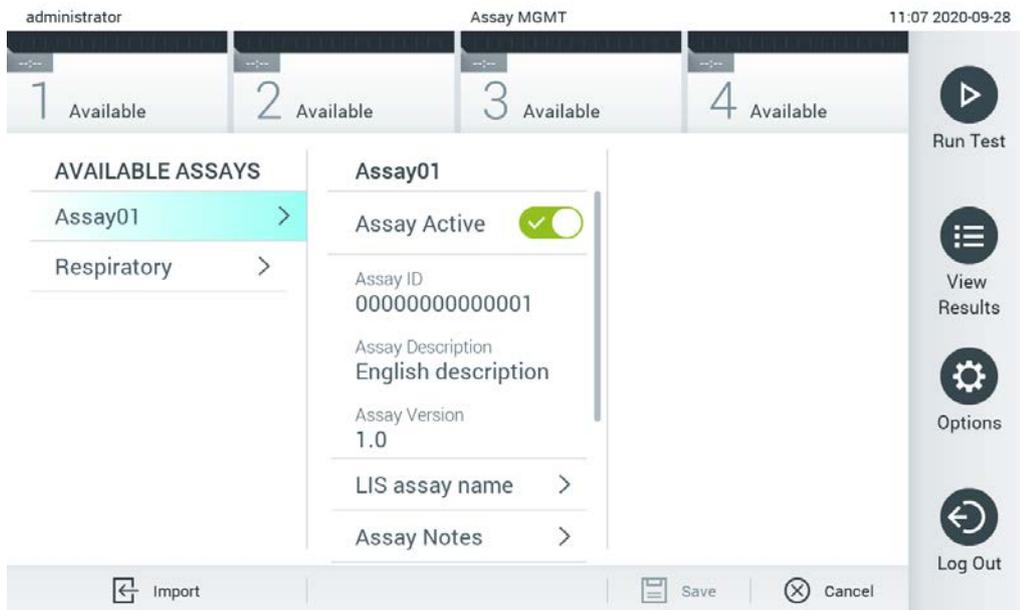

Figura 67. Attivazione dell'esame.
- Nota:** se a un esame sovrascritto da una nuova versione sono collegati campioni di un controllo esterno (EC), il campione EC viene ripristinato ed è necessario riconfigurarli. Per maggiori informazioni consultare la sezione 6.6.
7. L'esame diventa attivo selezionando Assay Active (Esame attivo) (Figura 67).